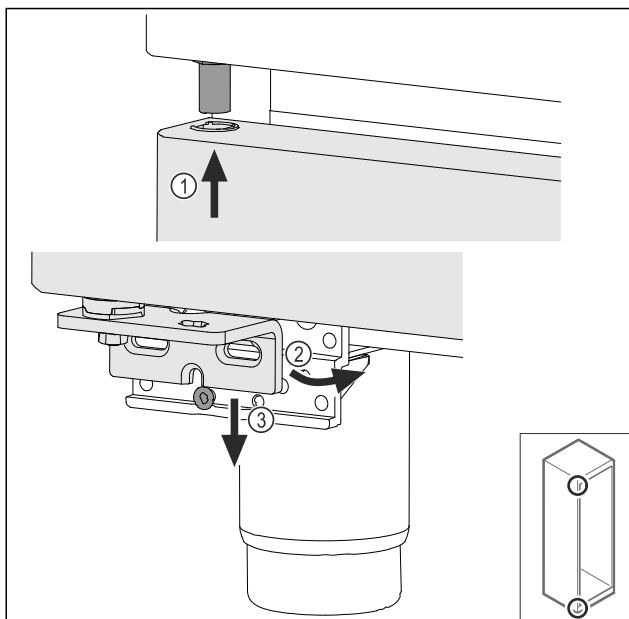

Fig. 47
- ▶ Наденете леко наклонената нагоре врата Fig. 47 (1), подравнете вратата напред Fig. 47 (2) и я поставете отдолу върху винта на опорната стойка Fig. 47 (3).